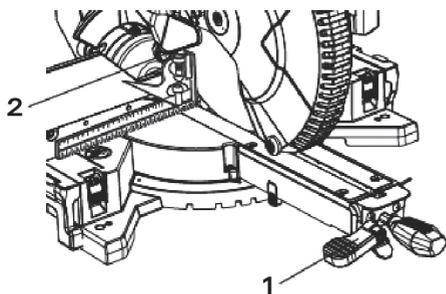

рис. 15
2. Ослабить ручку фиксации наклона (1) (рис. 15).
3. Извлечь стопорный штифт  $33,9^\circ$  (2), наклонить режущий блок пилы до правого упора на  $33,9^\circ$  и вставить обратно стопорный штифт  $33,9^\circ$  (2) (см. рис. 15).
3. Наклонить режущий блок пилы до левого упора на 33,9°, вставив стопорный штифт 33,9° (2) (см. рис. 15).